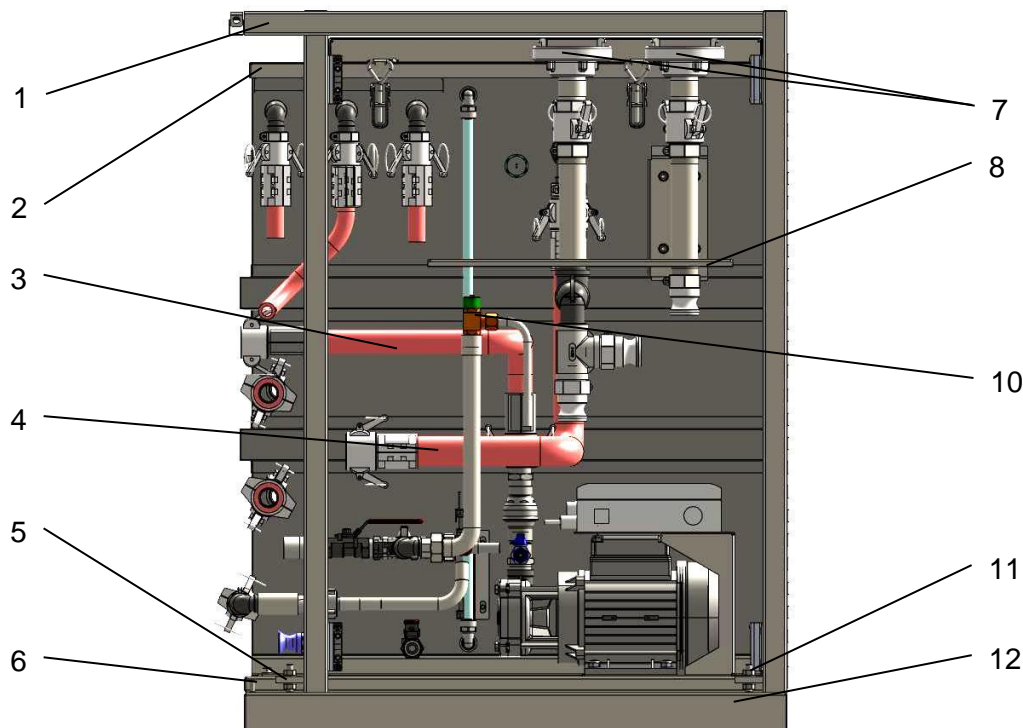

Abb. 8: Lieferumfang
- ◆ Befestigen Sie den Gerätesockel mit drei Flügelmutter und Scheiben (13). Ein vierter, schwer zugänglicher Stehbolzen wird nicht verwendet.
- ◆ Lockern Sie am Gerätesockel der Abwasserhebeanlage die beiden Flügelmutter (Pos. 5 Abb. 8:).
- ◆ Klappen Sie die beiden Abstandshalter (Pos. 6 Abb. 8:) nach außen.